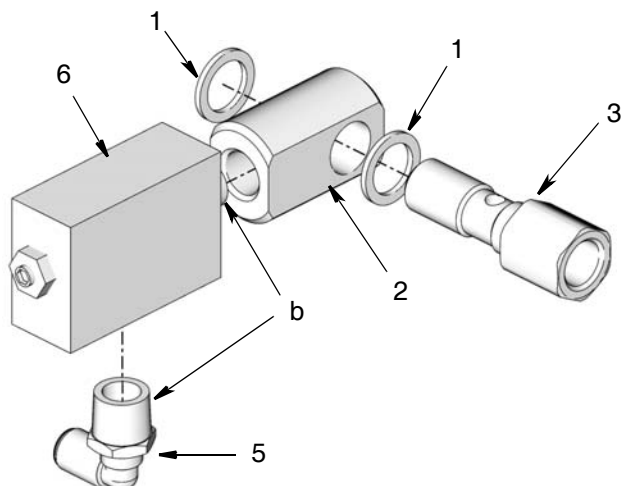
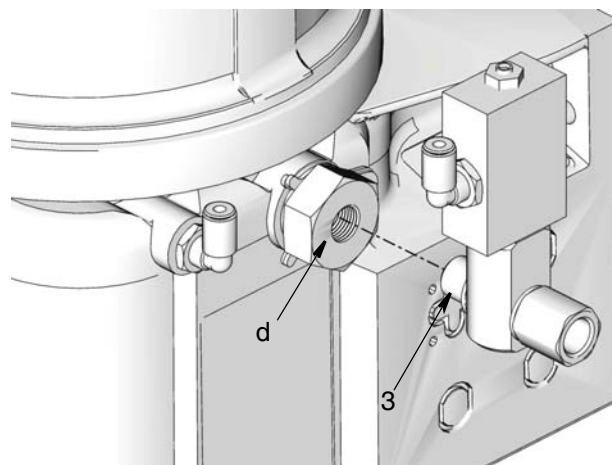

FIG. 4
FIG. 5
7. Appliquer l'étanchéité pour filetage (fourni par l'utilisateur) pour suspendre la soupape de pression (6) (FIG. 4).
8. Installer la soupape de décompression (6) dans le raccord banjo (2). Clé anglaise (FIG. 4).
9. Installer une rondelle (1) au dessus de l'extrémité du boulon banjo (3). Ensuite installer le raccord banjo (2) sur le boulon banjo (3). Installer la deuxième rondelle (1) au dessus de l'extrémité du boulon banjo (FIG. 4).
10. Appliquer l'étanchéité pour filetage (fournie par l'utilisateur) sur les filets (b) du deuxième raccord du coude du tube de 90° (5). Installer le raccord dans la soupape de décompression. Clé anglaise.
11. Installer le boulon banjo (3) dans l'élément de la pompe (d) (FIG. 5).